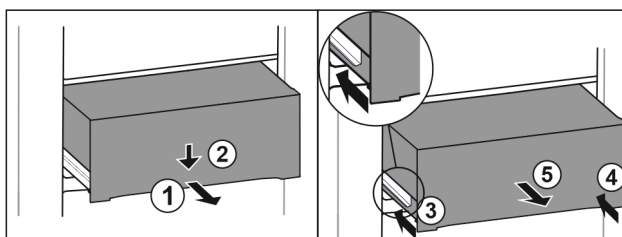

Fig. 121
- Schubfach halb herausziehen. Fig. 121 (1)
- Schubfach an der Vorderseite nach unten drücken. Fig. 121 (2)
- Linke Schiene etwa 2 cm einschieben. Fig. 121 (3)
- Rechte Schiene etwa 2 cm einschieben. Fig. 121 (4)
- Schubfach nach vorne entnehmen. Fig. 121 (5)